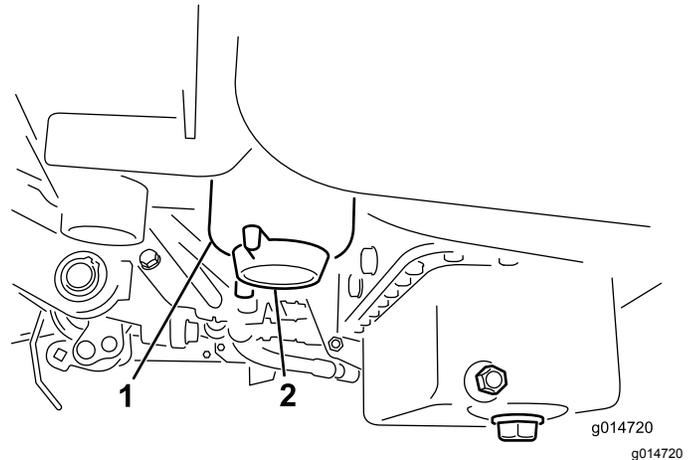

Рисунок 35
3. Откройте сливную пробку на топливном фильтре примерно на один оборот и слейте всю накопившуюся воду (Рисунок 35).